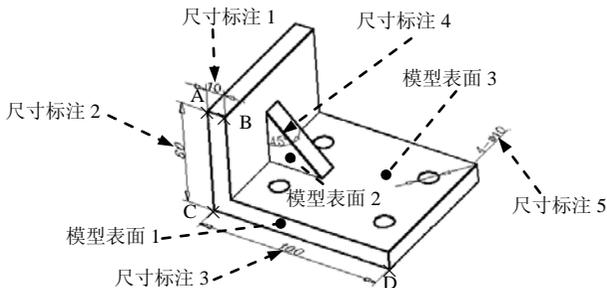

图 13.9.1 创建尺寸标注
在 AutoCAD 2014 中，使用“标注”命令不仅可以标注二维对象的尺寸，还可以标注三维对象的尺寸。由于所有对三维对象的操作（包括尺寸标注等）都只能在当前坐标系的 XY 平面中进行，因此，为了准确标注三维对象中各部分的尺寸，需要不断地变换坐标系。下面以图 13.9.1 为例来说明三维对象的标注方法。
(1) 设置用户坐标系。选择下拉菜单 **工具(T)** → **新建 UCS(W)** → **三点(3)** 命令，用捕捉的方法依次选取图 13.9.1 中的 C 点为坐标系原点，D 点为 X 轴正方向上一点，A 点为 Y 轴正方向上一点。